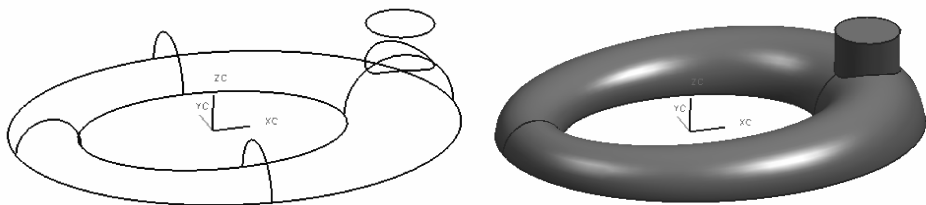

图 8-64 线架构
(1) 利用曲面命令, 根据如图 8-64 所示线架构创建曲面, 并将其合并成为实体 (尺寸自定义)。